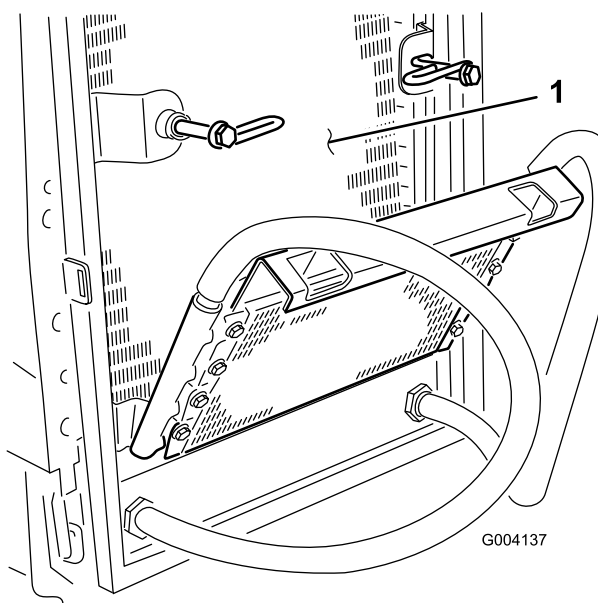

図 73
6. オイルクーラとラジエターの裏表を図73圧縮空気で丁寧に清掃する。